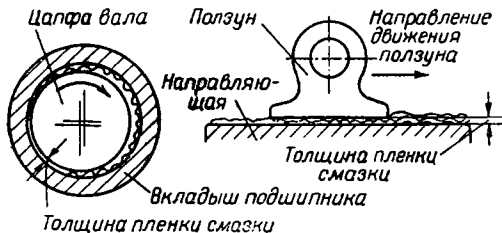

Рис. 2
2) жидкостное трение, когда твердые трущиеся поверхности непосредственно не соприкасаются, а трение происходит в разделяющем их слое смазки (рис. 2). Этот вид трения является наиболее благоприятным для работы деталей машин;